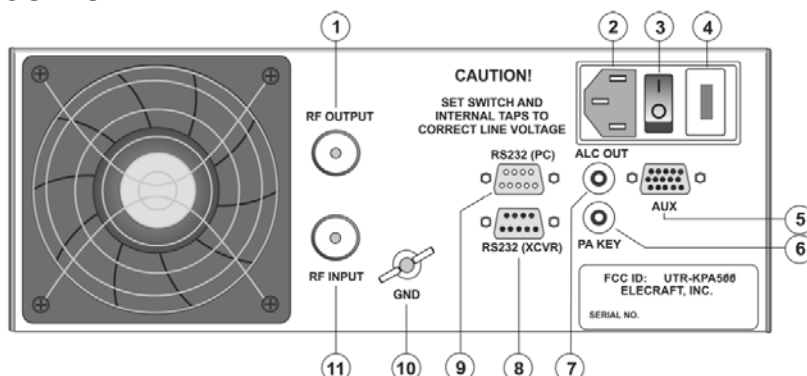

Рисунок 1. Задняя панель KPA 500
ВАЖНОЕ ЗАМЕЧАНИЕ: Перед подключением или отключением кабелей следует всегда выключать усилитель мощности выключателем {3} на задней панели (рис. 1).
1. Убедиться в том, что к разъему RF OUTPUT на задней панели (рис. 1, {1}) подключена нагрузка с волновым сопротивлением 50Ω. Для первичных проверок настоятельно рекомендуется использовать эквивалент нагрузки.
2. Подать питающее напряжение, установив 2-позиционный выключатель на задней панели (рис. 1, {3}) в положение «Вкл» (I).